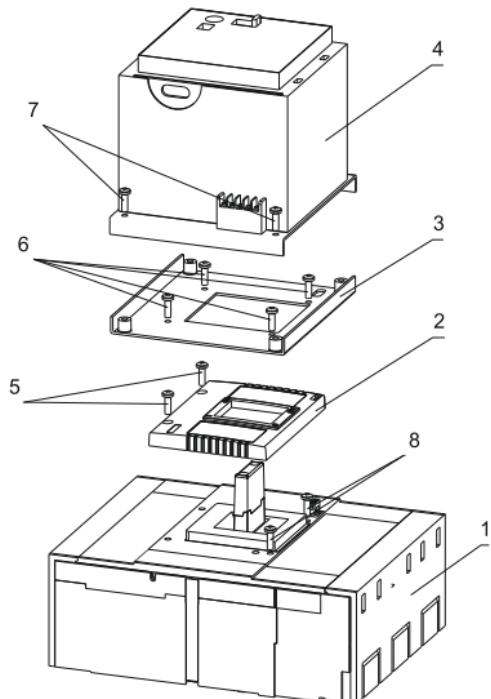

Рисунок 3. Монтаж электропривода
5.4 Монтаж электропривода производится в определенной последовательности (рисунок 3), при этом рукоятка выключателя предварительно устанавливается в среднее положение путем нажатия кнопки «Тест».